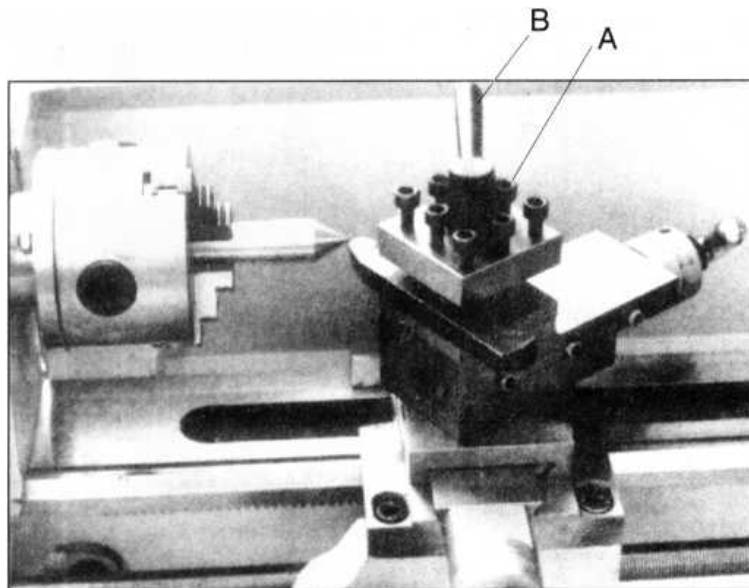

Fig. 11. Reglajul portcuțit
La reglarea poziției portcuțitului, este necesară doar slăbirea mânerului, așa cum este arătat în (B) din Fig. 11. La final, verificați ca acesta să fie strâns. Dacă este necesară doar înlocuirea portcuțitului, este necesară slăbirea șuruburilor din (A), cu ajutorul cheii furnizate.